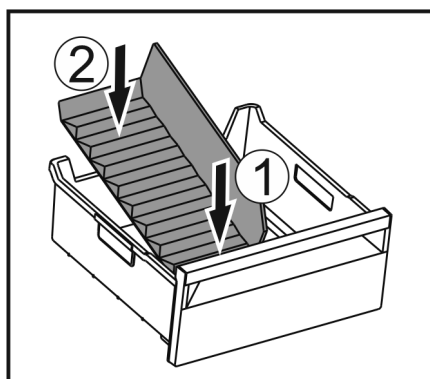

Fig. 49
- Сначала устанавливайте разделитель спереди Fig. 49 (1).
- Опустите заднюю часть Fig. 49 (2).